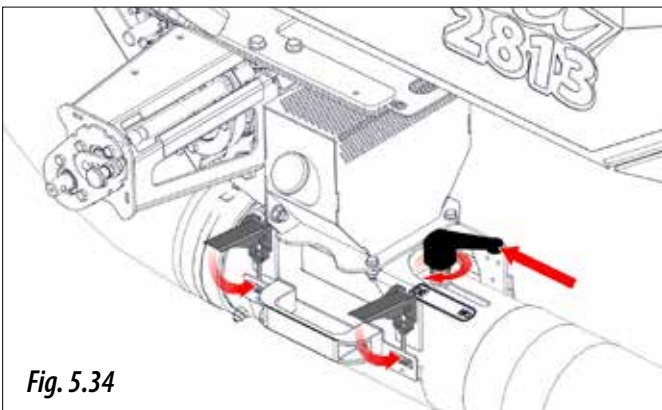

Fig. 5.34
- 4.A.5- Cuando termine de caer producto, cerrar la tapa del inyector venturi, colocar la maneta de calibración a la posición "OK" y bloquearla (Fig. 5.34).